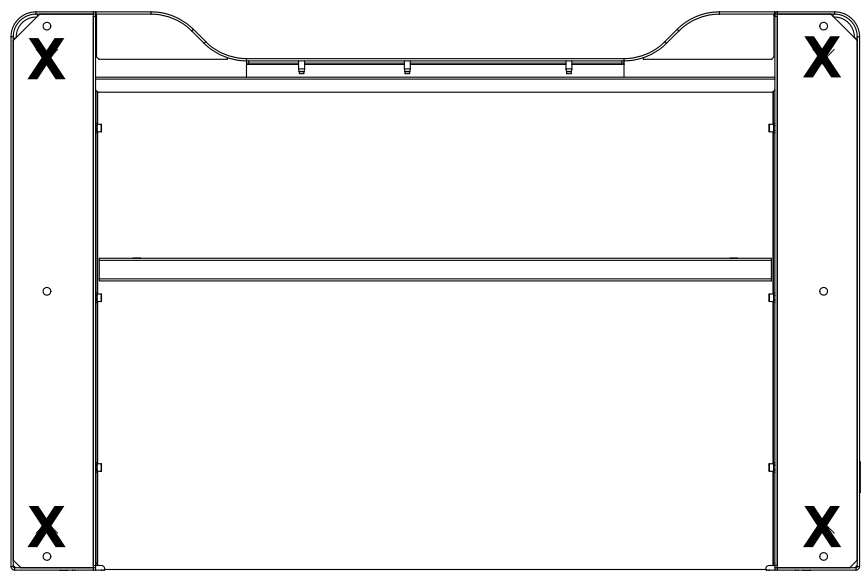

Figura 25. Ubicación de las patas del bastidor en la parte inferior del bastidor
7. Localice las patas del bastidor que se retiraron previamente para fijar el bastidor a la plataforma de transporte. Retire los soportes tubulares de la parte trasera de la base del bastidor e instale las patas del bastidor en las ubicaciones indicadas en la Figura 25 en la página 83.